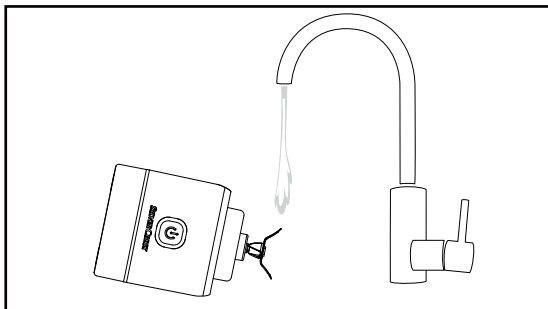

Fig. 2
- Essuyez le bloc-moteur ⑨ à l'aide d'un chiffon humide.
- Pour éliminer les salissures légères, remplissez le gobelet ④ d'eau tiède avec une goutte de liquide vaisselle jusqu'au repère MAX. Faites fonctionner l'appareil pendant environ 30 secondes comme décrit au chapitre **Utilisation**. Dévissez ensuite le bloc moteur ⑨ et videz l'eau de rinçage du gobelet ④.
- Rincez uniquement la lame en croix ⑤ avec précaution, si nécessaire avec une brosse à vaisselle, sous l'eau courante. Veillez alors à ce que l'eau ne coule pas sur le bloc moteur ⑨ et ne plongez pas l'appareil dans l'eau ! Inclinez l'appareil de manière à ce que seule la lame en croix ⑤ s'engage dans le jet d'eau (voir fig. 2). Les salissures se détachent plus facilement si le nettoyage est effectué directement après l'utilisation.